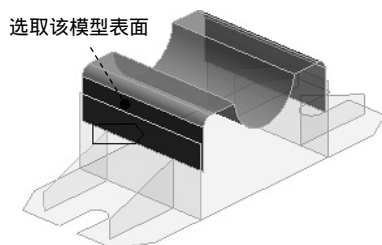
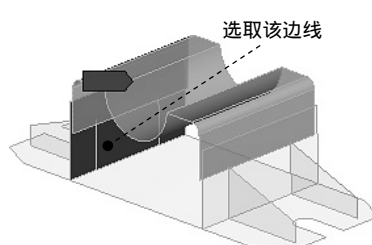

图 7.7.10 定义接触对象
图 7.7.11 定义目标对象
(2) 定义接触对象和目标对象。在图形区选取图 7.7.10 所示的模型表面为接触对象，然后选取图 7.7.11 所示的边线为目标对象。